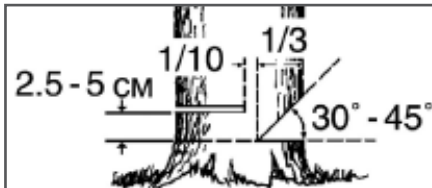

Рис. 12. Расположение запила и пропила
- Сделайте запил с той стороны, куда должно упасть дерево. Глубина запила примерно 1/3 диаметра ствола под углом 30-45° (Рис. 12).